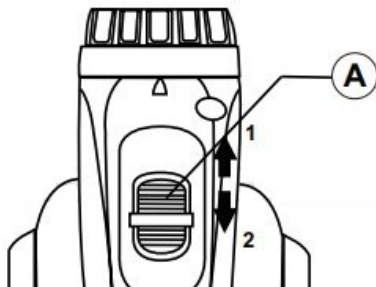

Рисунок 2. Схема налаштування діапазонів швидкостей.
5.1.5 Налаштування та регулювання швидкості обертання виробу (рис. 2).
- для вибору швидкості обертання у межах 0...400 об/хв перевести повзунок (А, рис. 2) до упору в позицію (1, рис. 2), цей діапазон використовується переважно для роботи з метизами або свердління отворів великого діаметра у твердих матеріалах;
- для вибору швидкості обертання у межах 0...1400 об/хв перевести повзунок (А, рис. 2) до упору в позицію (2, рис. 2), цей діапазон використовується переважно для свердління серійних отворів невеликого діаметра у деревині та подібних матеріалах.